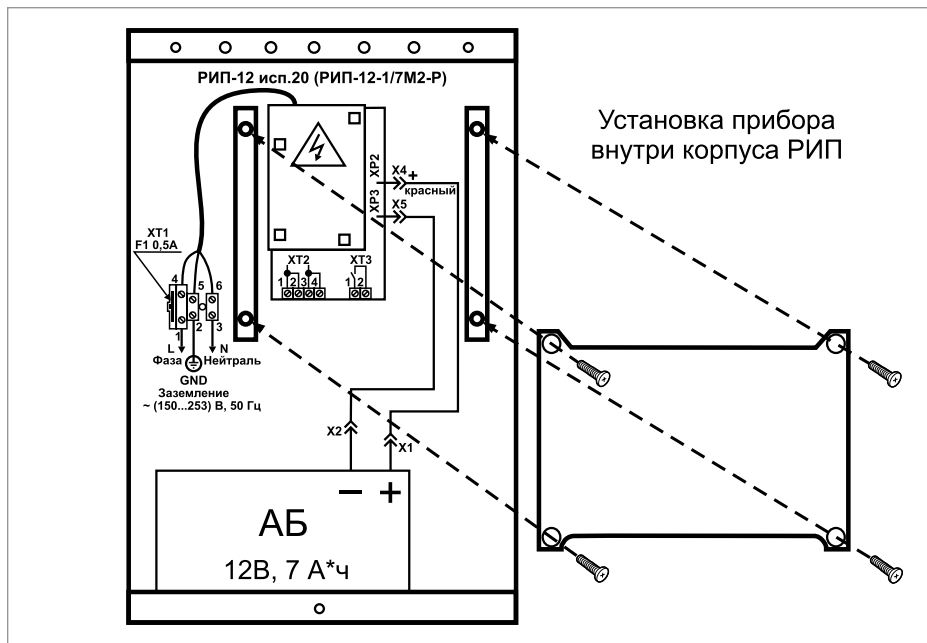

Рисунок 11. Установка прибора внутри корпуса РИП
8. Установка прибора внутри корпуса РИП осуществляется на специальные П-образные уголки, закрепленные внутри корпуса РИП. Крепление устанавливаемого прибора производится с помощью винтов МЗ из комплекта поставки (см. Рисунок 11)